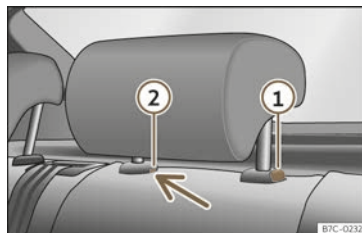

Abb. 102 Kopfstütze hinten ausbauen.
- Drücken Sie die Taste >>> (Abb. 102) ① sowie gleichzeitig mit einem Schlitzschraubendreher (Breite max. 5 mm) in die Öffnung der Verriegelung ② und ziehen Sie die Kopfstütze heraus.